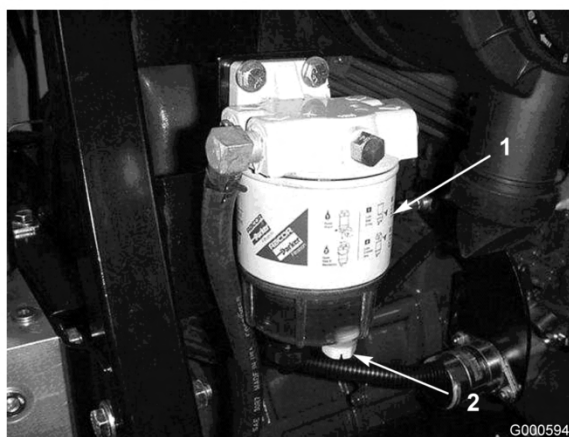

Figura 35
Drene el agua y otros contaminantes del separador de agua (Figura 35) a diario.
2. Afloje el tapón de vaciado en la parte inferior del cartucho del filtro (Figura 35). Apriete el tapón después del vaciado.